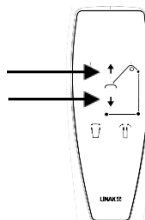

Fig. 1.6H
6. Før første gang brug og efter hver service skal kontrolboksen nulstilles. Tryk op/ned-knapperne samtidigt på håndbetjeningen (fig. 1.6H). Se afsnit 3.2 – Brug af kontrolboksen.